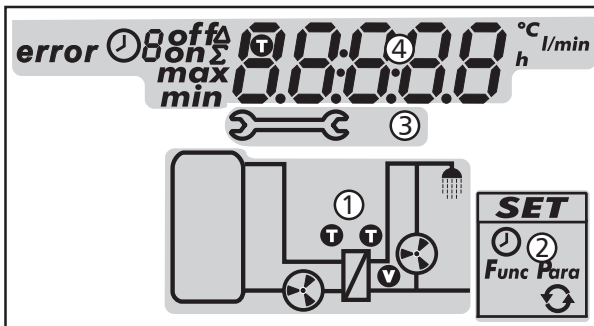

Abb. 8: Übersicht über die Bereiche der Anzeige (alle Elemente sichtbar)
Nachstehende Tabelle beschreibt die in Abb. 8 verwendeten Symbole.
Das Einstellmenü (② in Abb. 8) enthält folgende Einträge:
Die Anzeige der Betriebs- und Einstellwerte (④ in Abb. 8) besteht aus folgenden Elementen:
①	Fehleranzeige
②	Zusatzinformationen: on, off: Schaltzustand/Schaltbedingung ein, aus max, min: maximaler Wert, minimaler Wert Σ: aufsummierter Betriebswert seit der ersten Inbetriebnahme, nicht zurücksetzbar Δ: aufsummierter Betriebswert seit dem letzten Rücksetzen auf 0
③	Anzeige von: <ul style="list-style-type: none"> Messwerten Einstellwerten Fehlercodes weiteren Informationen, z. B. Software-Version
④	Physikalische Einheit des in ③ angezeigten Werts: °C, l/min, h